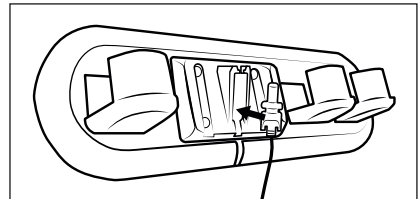

Abb. 4
- 1) Nehmen Sie die Wandhalterung **17** aus der Zubehörhalterung **16**. Setzen Sie den Hohlstecker **10** des Netzadapters **9** in die Wandhalterung **17** ein (siehe Abb. 4). Fixieren Sie den Hohlstecker **10**, indem Sie ihn drehen.